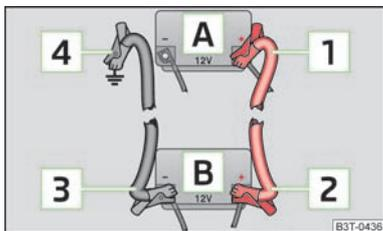

Fig. 135
- Fissare un'estremità **1** » fig. 135 al polo positivo della batteria scarica **A**.
- Fissare un'estremità **3** » fig. 135 al polo negativo della batteria che eroga corrente **B**.